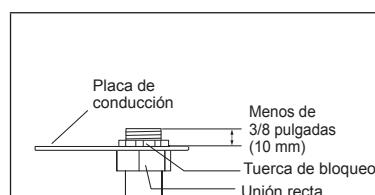
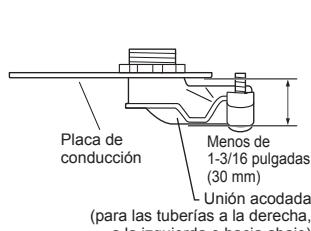

Fig. 1
Fig. 2
- Acople la unión recta (para la tubería posterior) / la unión acodada (para las tuberías a la derecha, a la izquierda o hacia abajo) a la placa de conducción con la tuerca de bloqueo. La rosca de la unión recta / unión acodada instaladas que aparece en el interior debe ser menor de 3/8 pulgadas (10 mm). (Fig. 1) La unión acodada debe ser menor de 1-3/16 pulgadas (30 mm) en el exterior. (Fig. 2)
- 3) Extraiga la manguera de drenaje por la parte posterior izquierda de la unidad interior. (Fig. 2)
- La manguera de drenaje debe quedar hacia abajo para facilitar el drenaje. (Fig. 2)